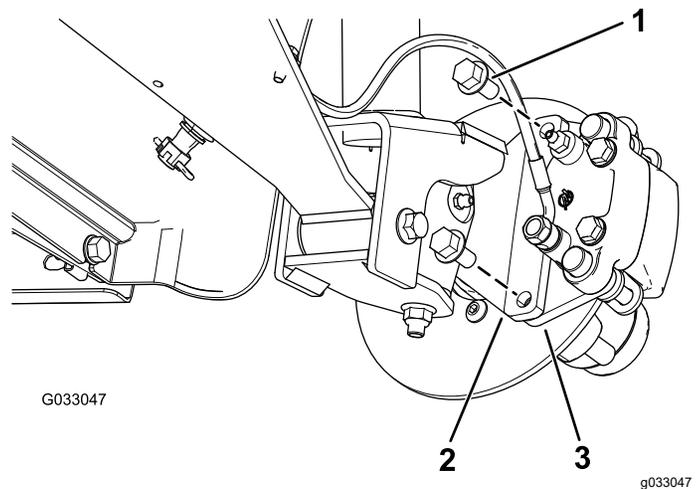
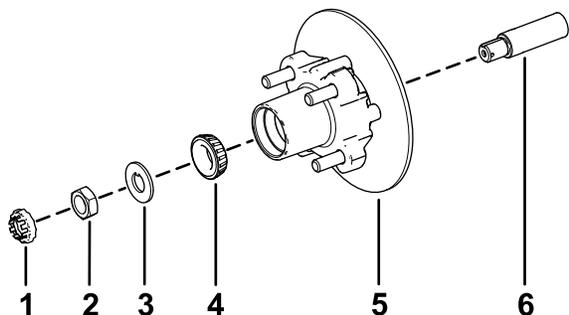

Figura 32
Figura 36
3. Togliete i bulloni a testa flangiata ($\frac{3}{8}$ " x $\frac{3}{4}$ "") che fissano la staffa del gruppo del freno al mandrino e separate il freno dal mandrino (Figura 32).
1. Lubrificate leggermente il mandrino con il grasso specificato (Figura 36).
2. Montate il mozzo e il rotore sul mandrino con il rotore verso l'interno (Figura 36).
3. Montate il cuscinetto esterno sul mandrino e inserite il cuscinetto sull'anello esterno (Figura 36).
4. Montate la rondella di sicurezza sul mandrino (Figura 36).
5. Avvitare il dado del mandrino sul mandrino e serrate il dado a 15 N·m mentre ruotate il mozzo per posizionare in sede il cuscinetto (Figura 36).
2. Allineate le pastiglie dei freni su ciascun lato del rotore (Figura 32) e i fori sulla staffa della pinza con i fori sul supporto del freno del telaio del mandrino (Figura 36).
3. Fissate la staffa del calibro al telaio del mandrino (Figura 32) utilizzando i 2 bulloni a testa flangiata ($\frac{3}{8}$ " x $\frac{3}{4}$ ").